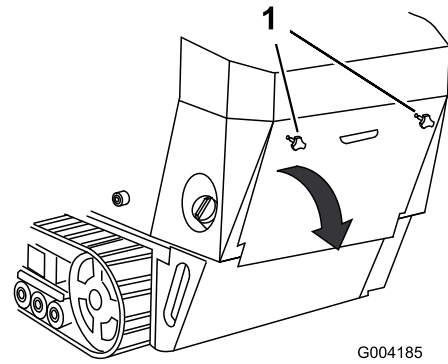

图 25
1. 按下将后检修盖固定到机器上的 2 个手动旋钮图 25。
2. 向下倾斜后检修盖然后将其拆下以检修内部组件图 25。